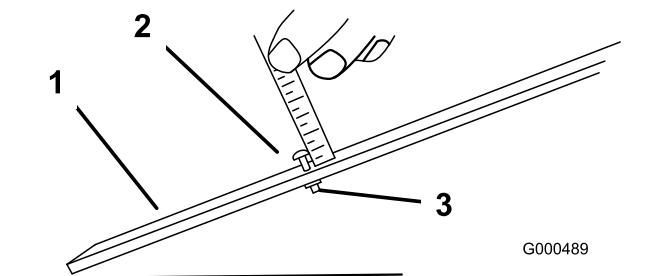

図 13
1. ゲージバーのナットをゆるめ、調整ねじを希望の刈り高に合わせる図 13